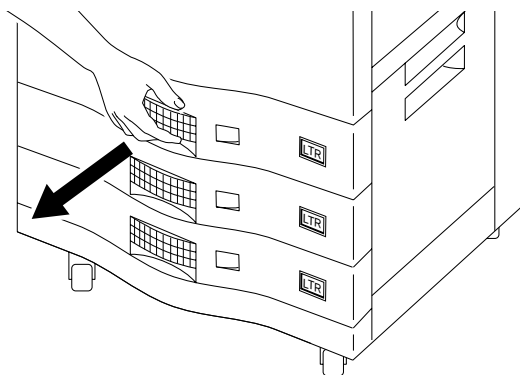

Figura 3-34 Apertura del cassetto della carta
1. Aprire il cassetto della carta indicato, come mostrato nella Figura 3-34.